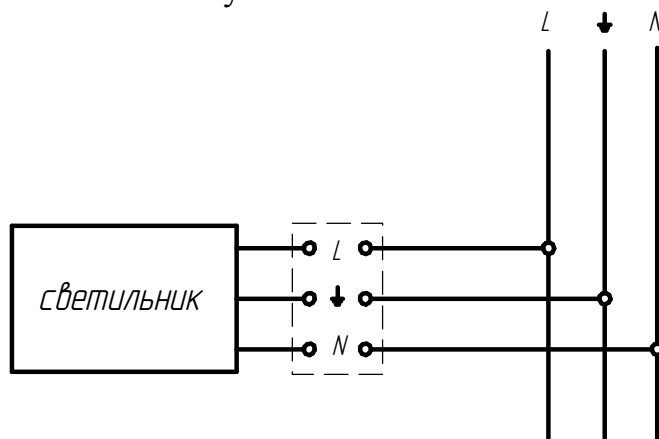
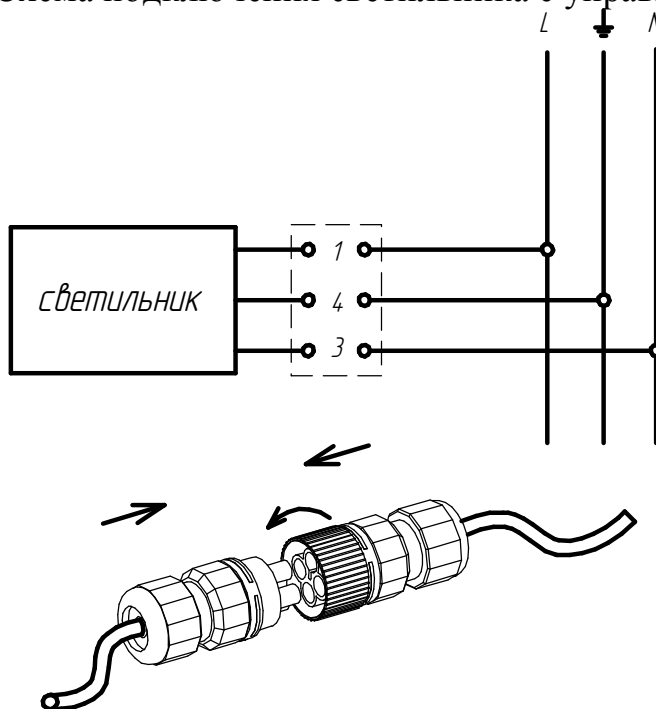

Рисунок 4 - Схема подключения светильника к сети
Рисунок 6 - Схема подключения светильника с магистральной проводкой
6.5 Подключите светильник к электрической сети согласно схеме рис. 4.(для светильников с магистральной проводкой - рис. 6).